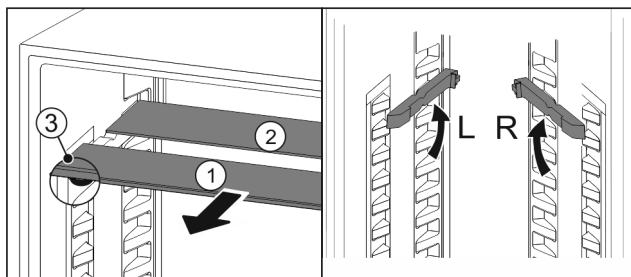

Fig. 30
- ▶ Skleněné desky jednotlivě vytáhněte dopředu Fig. 30 (1).
- ▷ Skleněná deska Fig. 30 (1) s ozdobnou lištou leží vpředu.
- ▷ Zářázky Fig. 30 (3) směřují dolů.